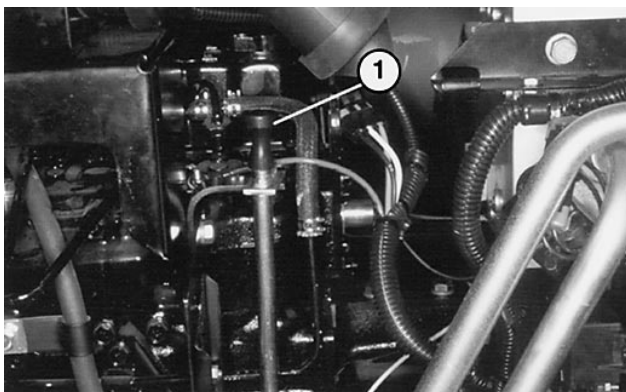
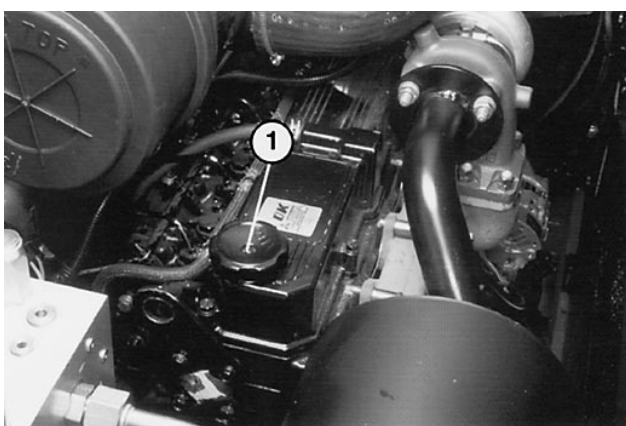

Figure 33
Figure 34
2. Sortir la jauge de niveau et l'essuyer sur un chiffon propre (Fig. 33). Revisser la jauge dans le goulot de remplissage et s'assurer qu'elle est enfoncée au maximum. Sortir la jauge du goulot de remplissage et vérifier le niveau d'huile. Le niveau doit se situer entre les repères de la jauge. Si le niveau est bas, enlever le bouchon de remplissage (Fig. 34) et ajouter suffisamment d'huile pour faire passer le niveau au repère supérieur de la jauge. **NE PAS REMPLIR EXCESSIVEMENT.**